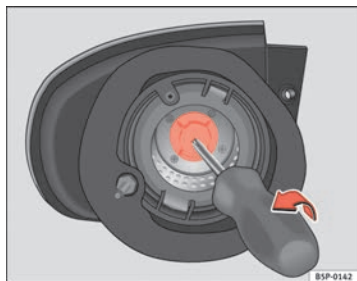

Abb. 195 Blinklicht
- Nehmen Sie die Fassung des Blinkers mit einem Schraubendreher in Pfeilrichtung heraus ⇒ Abb. 195.